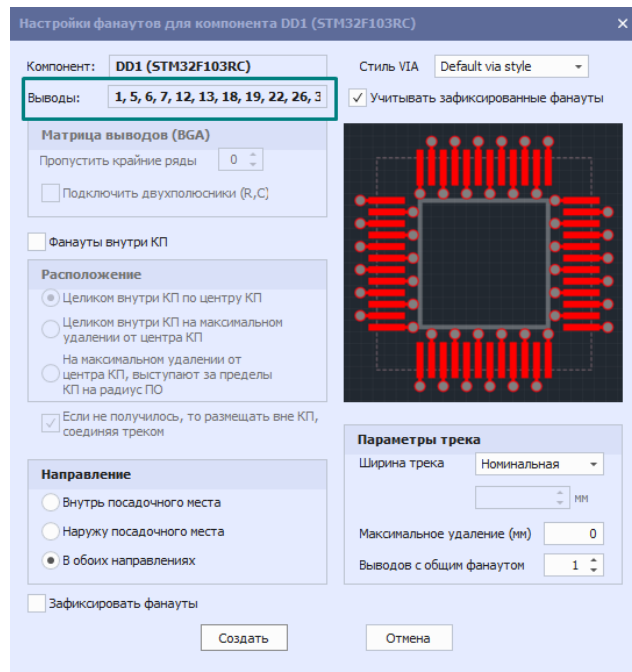

Рис. 270 Выбор выводов компонента для построения фанатов
- Выбор номеров выводов компонента, для которых необходимо построить фанаты, см. Рис. 270.